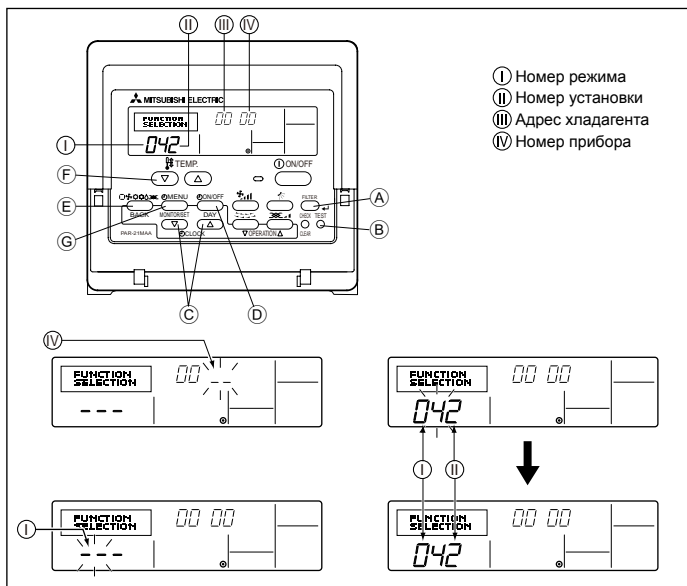

Рис. 6-8
1) Для проводного пульта дистанционного управления (Рис. 6-8)
- ① Перейдите в режим установки функций.
- ② С помощью кнопки Ⓒ установите адрес хладагента (III) на 00.
- ③ Нажмите Ⓓ, и на дисплее номера прибора (IV) замигает индикация [-].
- ④ С помощью кнопки Ⓒ настройте номер прибора (IV) на 00.
- ⑤ Нажмите кнопку Ⓔ MODE (РЕЖИМ) для того, чтобы присвоить значение адреса хладагента/номера прибора. В течение нескольких секунд на дисплее номера режима (I) замигает индикация [-].
- ⑥ Нажатием кнопок Ⓔ установите номер режима (I) на 04.